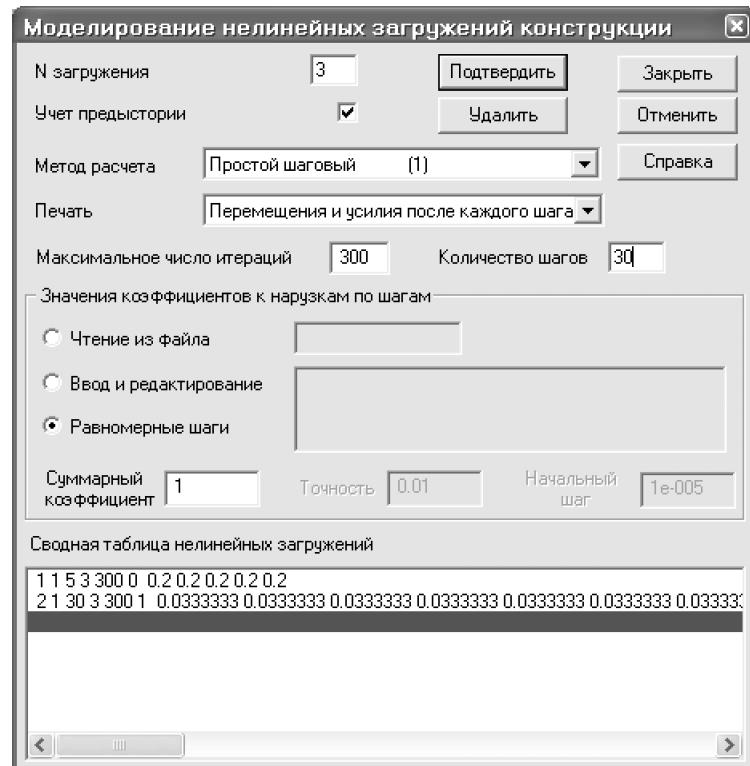

Рис.7.22. Диалоговое окно Моделирование нелинейных загружений конструкции
- Чтобы получить первую последовательность 1; 2 и 3 загружения (полезная нагрузка в первом пролете), с помощью пункта меню **Нагрузки** ⇒ **Моделирование нелинейных загружений конструкции** (кнопка  на панели инструментов) вызовите диалоговое окно **Моделирование нелинейных загружений конструкции** (рис.7.22).
- в раскрывающемся списке выберите метод расчета – **Простой шаговый (1)**;